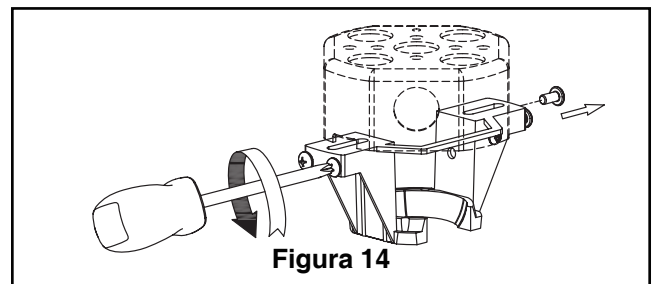

Figura 14
- ☐ 1. Extraiga completamente cada uno de los tornillos de las solapas laterales del soporte colgante y guárdelos para volver a colocarlos en el paso 7. Afloje los otros dos tornillos en los que la cubierta tenga unas ranuras en forma de "L". (Figura 14)